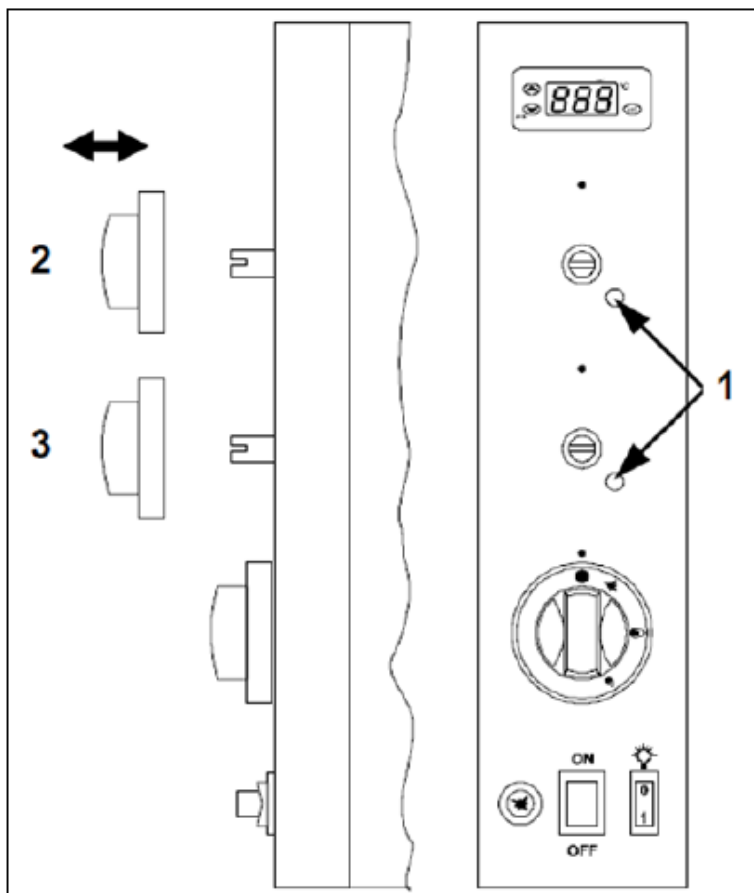

FIG.10
Voor vloeibaar gasbedrijf (G30 - G31) is het minimum vastgezet en de schroef (FIG.10-Ref.1) vastgezet, voor het gebruik van andere soorten gas is de minimale regeling als volgt:
- Trek handmatig de betreffende branderknop op het bedieningspaneel los (FIG.10-Ref.2/3);
- Draai de schroef (FIG.10-Ref.1) 2 of 3 keer tegen de klok in en zet de knop vervolgens weer vast;
- Trek de knop er weer af en draai de schroef (FIG.10-Ref.1) vast totdat de ontstoken vlam zichtbaar acceptabel is;